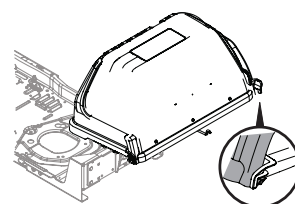

Figure 9
5. Rabaissez le couvercle du bac récupérateur pour le fermer. Pressez les encoches arrière droite et gauche pour les fixer en place dans les trous de chaque côté. Assurez-vous que le couvercle est bien ajusté. Voir Figure 9.